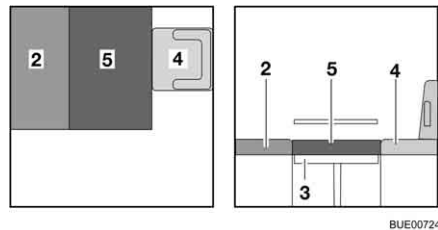

Fig. 121 Après la transformation
- Placer le coussin supplémentaire (Fig. 121,5) sur la table.
- Le cas échéant, repousser le siège conducteur (Fig. 121,4).